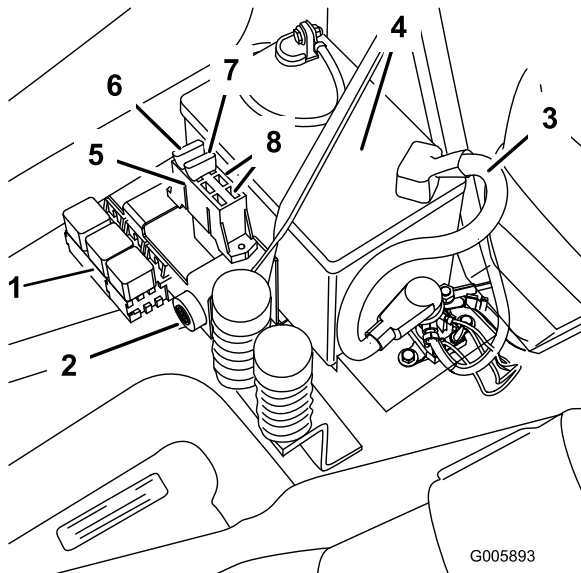

Figura 46
1. Alzate il sedile per accedere al portafusibili (Figura 46).
2. Per sostituire un fusibile, tiratelo (Figura 46) ed estraetelo dall'attacco.